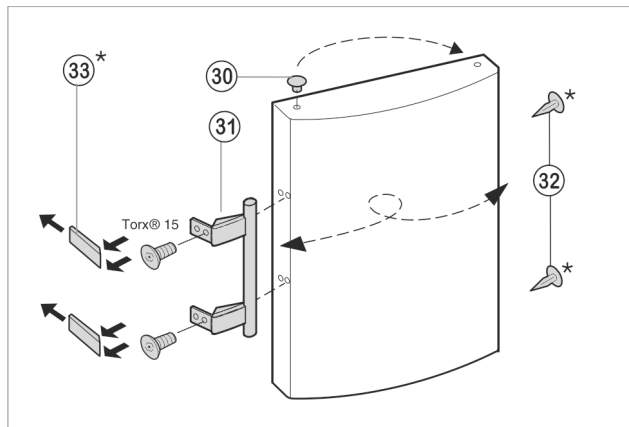

Fig. 8
- Retirer le tampon Fig. 8 (30) de la bague du palier de la porte vers le bas et le déplacer.
- Démonter la poignée de la porte Fig. 8 (31), le tampon Fig. 8 (32) et les plaques de pression Fig. 8 (33) et les déplacer du côté opposé.